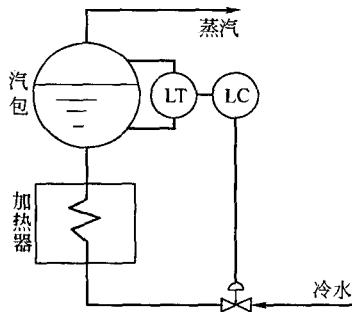

图 1-9 锅炉汽包水位控制示意图
**【例 1-10】** 锅炉是化工、炼油等企业中常见的主要设备。汽包水位是影响蒸汽质量及锅炉安全的一个十分重要的参数。水位过高，会使蒸汽带液，降低了蒸汽的质量和产量，甚至会损坏后续设备；而水位过低，轻则影响汽液平衡，重则烧干锅炉甚至引起爆炸。因此，必须对汽包水位进行严格的控制。图 1-9 是一类简单锅炉汽包水位控制示意图。
- (1) 画出该控制系统方框图；